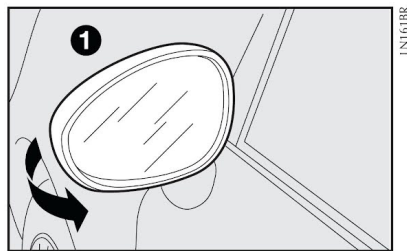

fig. 17
**Durante a marcha os espelhos devem estar sempre na posição 1-fig. 17.**